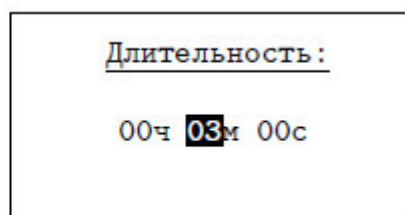

Рисунок 32
3.5.6 «Длительность» - установка длительности процесса регистрации. Действует только, если задан «Стоп по расписанию» в пункте меню «Режим пуска/стопа» (рис. 32).